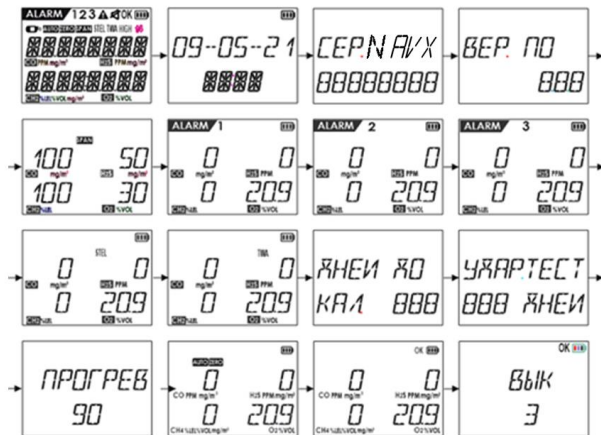

Рисунок 10 – Последовательность отображения информации на дисплее при включении и выключении прибора
- 11) Отсчет времени до выключения (см. рисунок 10).